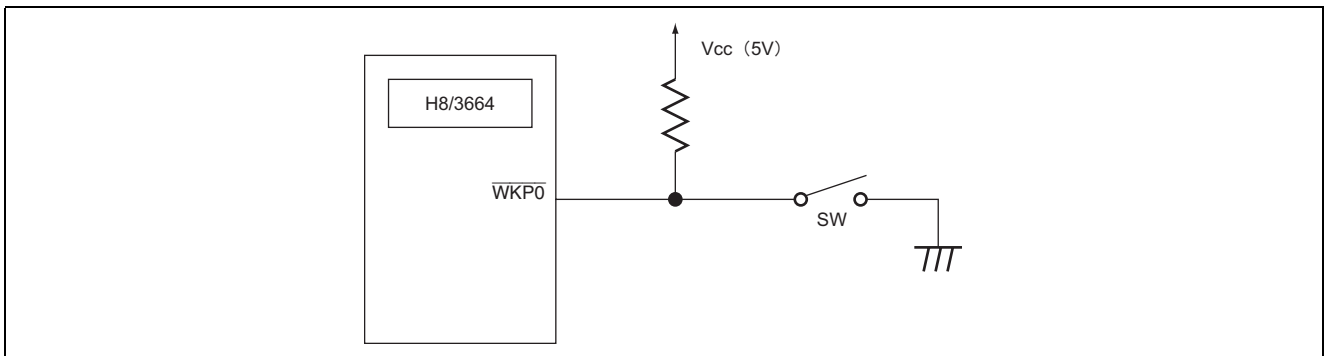

図 1.1 LED 点滅動作
6. 図 1.1 に  $\overline{WKP}$  入力端子のスイッチ接続例を示します。